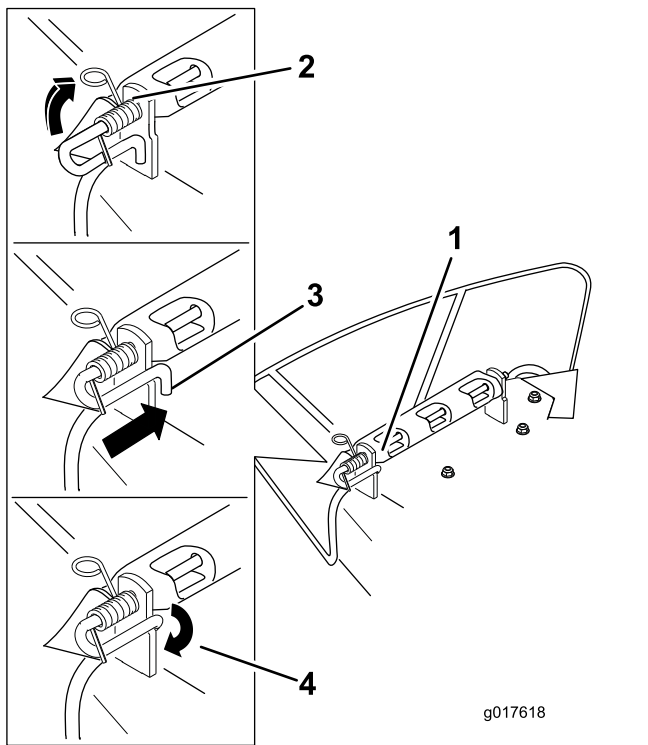

Figura 66
3. Coloque el nuevo deflector de descarga con los extremos de los soportes entre los soportes soldados de la carcasa, según se muestra en Figura 66.
5. Coloque el muelle en la varilla según se muestra en Figura 66, de manera que el extremo corto del muelle suba desde debajo de la varilla antes de la curva y pase por encima de la varilla después de la curva.
6. Levante el extremo del muelle que tiene bucle y colóquelo en la muesca del soporte del deflector (Figura 66).
7. Fije el conjunto de varilla y muelle torciéndolo de manera que el extremo corto de la varilla pueda colocarse detrás del soporte delantero que está soldado a la carcasa (Figura 66).